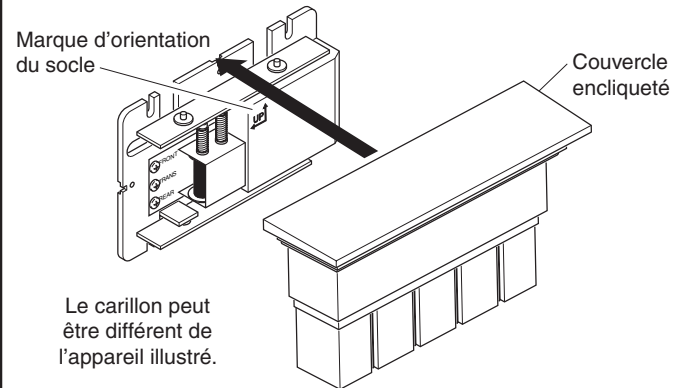

Figure 4 - Tige pour couvercle à pression
- **Pour couvercle à pression :** Appuyez sur le couvercle jusqu'à ce qu'il s'encliquette en place (voir la Figure 4). Agrippez solidement le couvercle, puis retirez-le du socle.